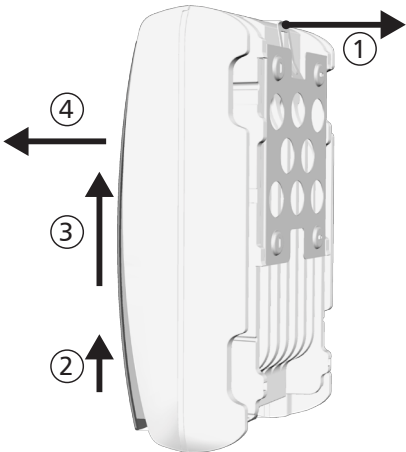

Figura 32
- 1. Premere con una mano la lamiera di fissaggio della piastra di montaggio ca. 5 mm verso la superficie di montaggio ① (Figura 32).
- 2. Con l'altra mano sollevare l'inverter quanto basta per impedire che la lamiera di fissaggio scatti di nuovo in posizione ②. Rilasciare la lamiera di fissaggio.
- 3. Sollevare l'inverter con entrambe le mani fino a liberare i ganci sul retro dell'inverter ③.
- 4. Rimuovere l'inverter dalla superficie di montaggio ④.